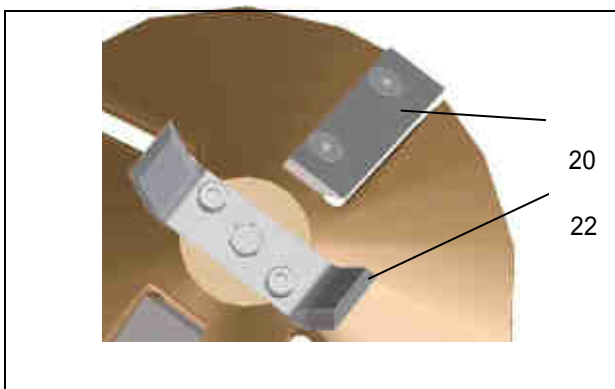

Bild 8: Vorzerkleinerer und Hauptmesser
3. Vorzerkleinerer (→Bild 8, [22]) bzw. Hauptmesser (→Bild 8, [20]) abschrauben.